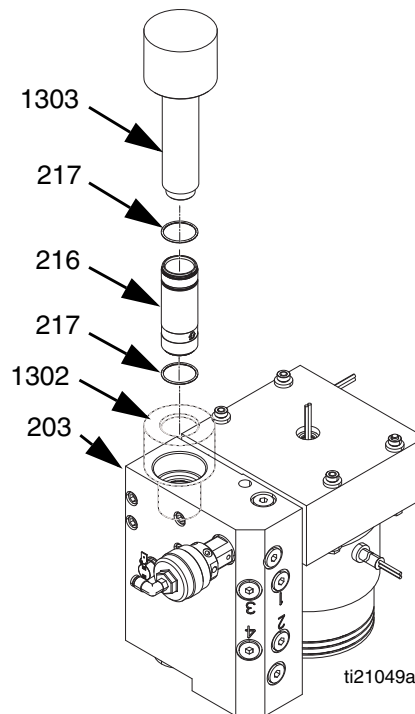

FIG. 34
2. Coloque la herramienta de instalación hembra del cilindro (1302) en el colector de salida del fundidor (203) para proteger los sellos de roscas afiladas. Consulte FIG. 34.